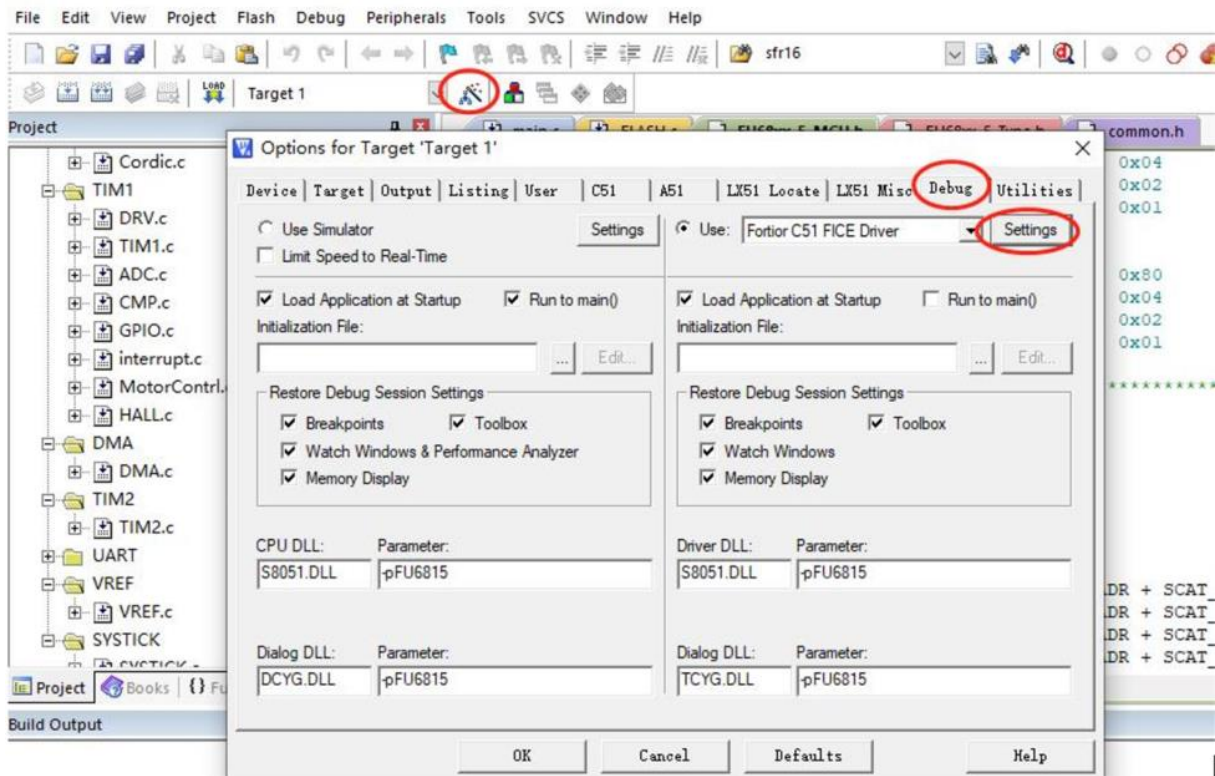

图 33-1 代码保护配置
1. 打开 8051 集成开发工具，编译前进入 Target Options 中并选择 Debug 选项卡，按照上图 33-1 所示进行选择，并点击 Settings 进入下一步设置；
<p>中断使能”改为“步进模式:无意义”;</p> <p>25. 21.3.7 P1_AN (0x4050)HDIO 增加类型与复位值;</p> <p>26. 22 ADC 章节 ADC_SCYC 寄存器拆开成 22.4.3 DAC_CR(0x4035)、22.4.4 ADC_SCYC(0x4038)描述;</p> <p>27. 22.4.15 ADC10_DR (0x0FEC, 0x0FED)表格中 ADC10_DRH(0x0FC)纠正为 ADC10_DRH(0x0FEC);</p> <p>28. 29.2.2 低压检测操作说明纠正“低电压复位电压可设置为 3.0/3.5/3.8V 四个档位。”档位数是三;</p> <p>29. 33.2 代码保护操作说明更新图 33-1 代码保护配置;</p> <p>30. 采用数据手册标准 V7.8, 优化文档结构。</p>